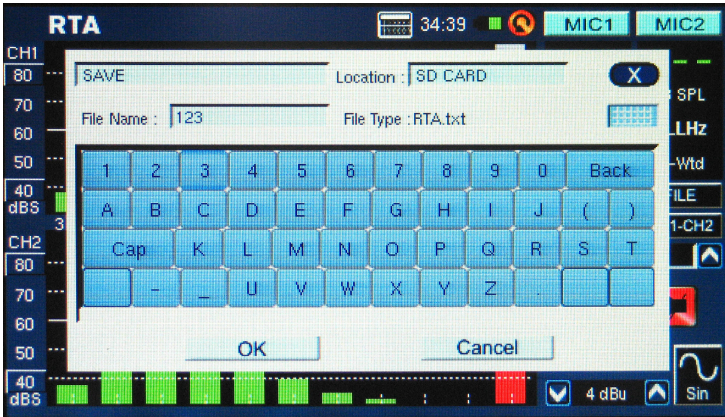

图 26
- 您可通过进入FILE菜单保存读数，可保存至PAA6或内存卡(图26)。
6. 进入FILE菜单保存设置，可保存至PAA6或内存卡(同图26)。